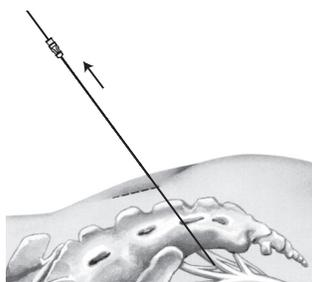

Figure 4. Extraire l'aiguille pour trou sacré.
2. En maintenant en place la partie proximale du guide directionnel, extraire doucement l'aiguille pour trou sacré du patient et du guide directionnel (Figure 4).